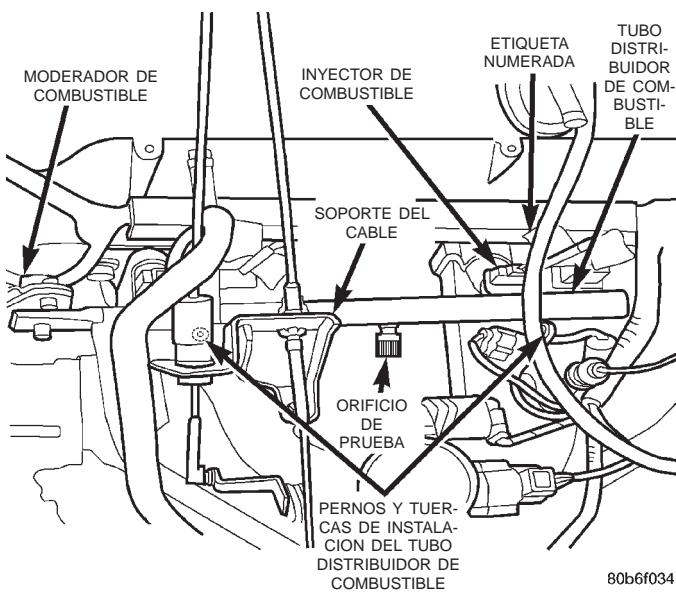

Fig. 29 Montaje del tubo distribuidor de combustible—Motor 2.5L
(1) Retire el tapón del tubo de llenado del depósito de combustible.
(2) Realice el Procedimiento de descarga de presión de combustible según se describe en este grupo.
(3) Desconecte el cable negativo de la batería.
(4) Retire el tubo de aire de la parte superior del cuerpo de mariposa. Nota: En algunos motores y vehículos puede ser necesario desmontar los conductos de aire del cuerpo de mariposa.
(5) Retire los conectores eléctricos del mazo de los inyectores en cada inyector. Cada inyector debe llevar una etiqueta numérica que identifique su cilindro correspondiente (Fig. 29). En caso contrario, identifique cada conector antes del desmontaje.
(6) Desconecte la abrazadera de traba del conducto de combustible y el conducto de combustible en el tubo distribuidor de combustible. Para informarse sobre los procedimientos, consulte Racores de conexión rápida en este grupo.
(7) Desconecte el cable de la mariposa del acelerador del cuerpo de mariposa. Para informarse sobre los procedimientos, consulte Desmontaje e instalación del Cable de la mariposa del acelerador en este grupo.
(8) Desconecte el cable del control de velocidad del cuerpo de mariposa (si está equipado). Para informarse sobre los procedimientos, consulte Cable de control de velocidad en el grupo 8H, Sistema de control de velocidad.
(9) Desconecte el cable de la transmisión automática del cuerpo de mariposa (si está equipado).
(10) Retire la abrazadera de encaminamiento del cable (Fig. 29) en el múltiple de admisión.
(11) Retire la tuerca que fija el mazo de conexión flexible del sensor de posición del cigüeñal al espárrago de instalación del tubo distribuidor de combustible. Retire la abrazadera y el mazo del espárrago de instalación del tubo distribuidor de combustible.
(12) Limpie toda suciedad e impureza de cada inyector de combustible y del múltiple de admisión.
(13) Retire las tuercas y pernos de instalación del tubo distribuidor de combustible (Fig. 29).
(14) Retire el tubo distribuidor de combustible moviéndolo suavemente hasta que todos los inyectores de combustible estén fuera del múltiple de admisión.